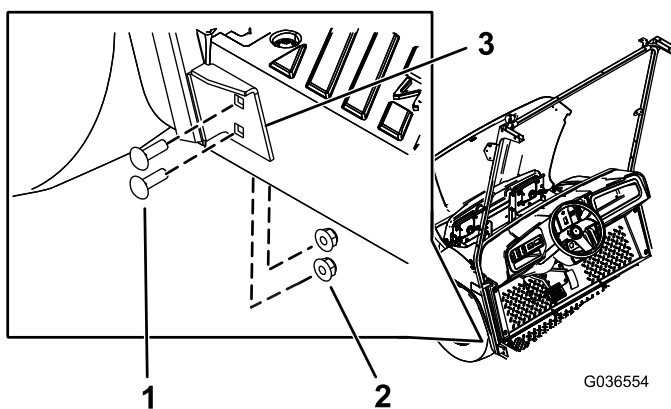

图26
4. 用4个托架螺栓5/16 x 1英寸和4个凸缘螺母5/16英寸将左、右风挡支撑的下支架固定到您在步骤1中钻出的孔内图26。